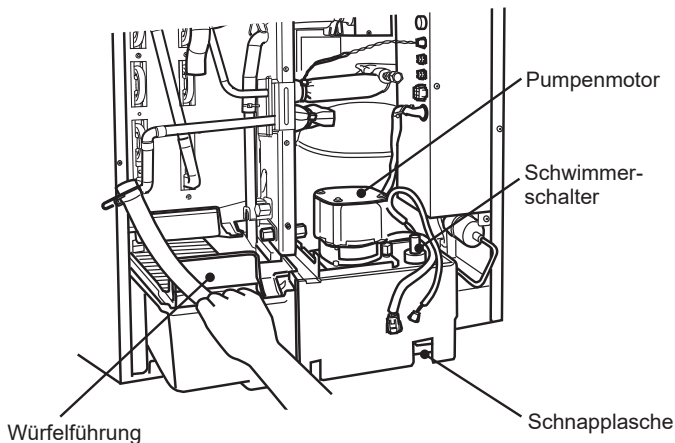

Abb. 4
- 5) Wassertank, Würfelführung, Pumpenmotorträger, Pumpenmotor und Schwimmerschalter zusammen herausziehen. Siehe Abb. 4.